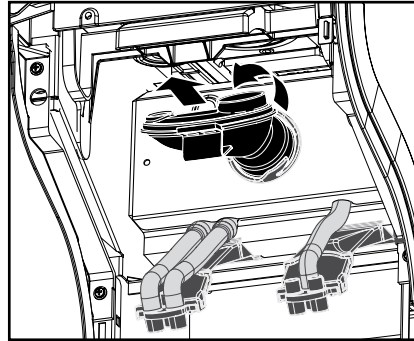

Fig. 28
- Gire a câmara de mistura em sentido anti-horário para desbloqueá-lo e remova-o em conjunto com o anel de vedação. (Fig. 28)